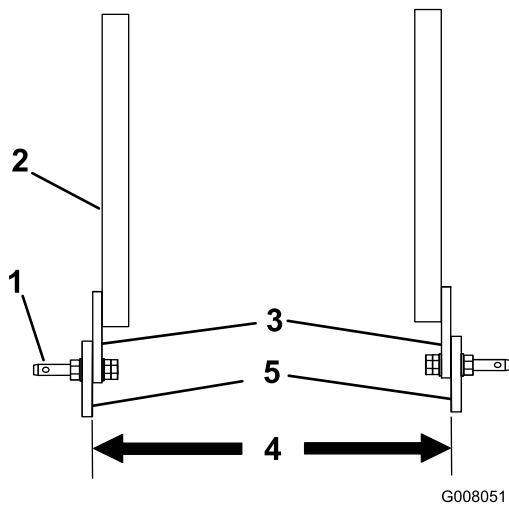

Figure 3
- Si la distance entre les pattes de montage inférieures de l'aérateur est comprise entre 66,7 et 71,4 cm (ProCore 864), positionnez les axes d'articulation dans les bras de support avec les pattes de montage à l'extérieur, comme illustré à la Figure 3.